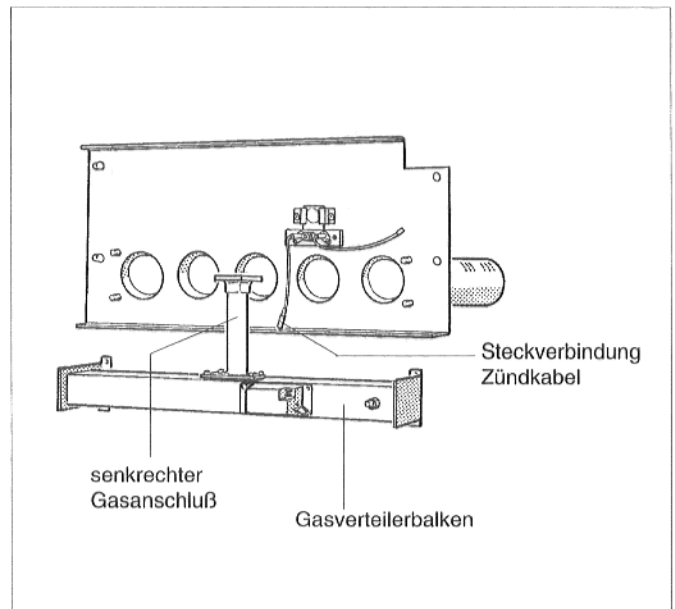

Abb. 4: Gasverteilerbalken austauschen
- Steckverbindung des Zündkabels am Taktzylinder lösen (Abb. 4).
- Die vier Schrauben des Gasverteilerbalkens lösen und Gasverteilerbalken mit Taktzylinder und senkrechtem Gasanschluß vom Brennerschild abnehmen (Abb. 4).